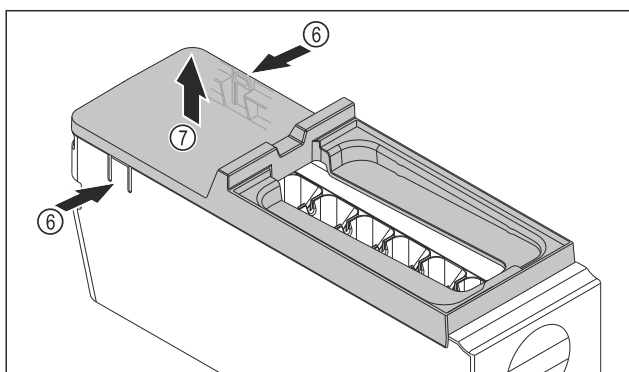

Fig. 112
- ▶ Scoateți apărătoarea corpului EasyTwist-Ice: Apăsați eclisele Fig. 112 (6) de pe ambele părți ale corpului EasyTwist-Ice cu o mână.
- ▶ Scoateți apărătoarea Fig. 112 (7) cu cealaltă mână în sus.